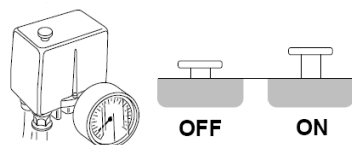

Abb. 7: Betriebsbereit
Vergewissern Sie sich, dass der Schalter auf Position "OFF" steht (Abb. 7). Den Stecker in die Steckdose stecken und den Schalter des Druckschalters auf "ON" schalten (Abb.7).
- Ziehen Sie zum Abschalten des Kompressors nie den Stecker aus der Steckdose, sondern schalten Sie hierzu stets den Schalter am Druckschalter auf die Position "OFF" (Abb.7). Dies ermöglicht den Ablass der im Kopf enthaltenen Druckluft und erleichtert die nachfolgende Einschaltung. Der korrekte Betrieb des Kompressors ist wie folgt erkennbar: